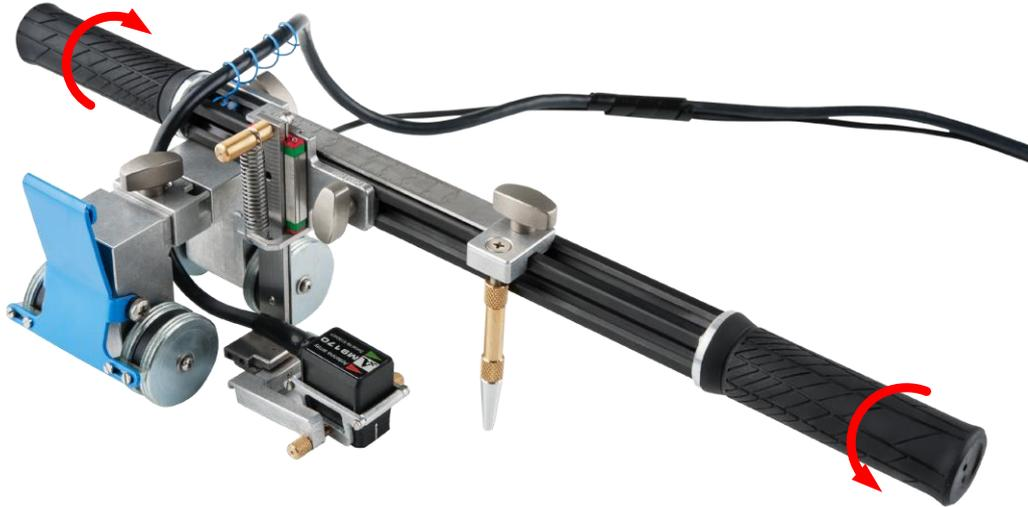

Рисунок 20 – Снятие ручек с каретки
– снять ручки каретки, вращая их в противоположных направлениях (рисунок 20);